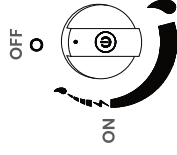

Figura 1
4. La perilla de control debe estar en la posición de "OFF" (APAGADO) (Figura 1).